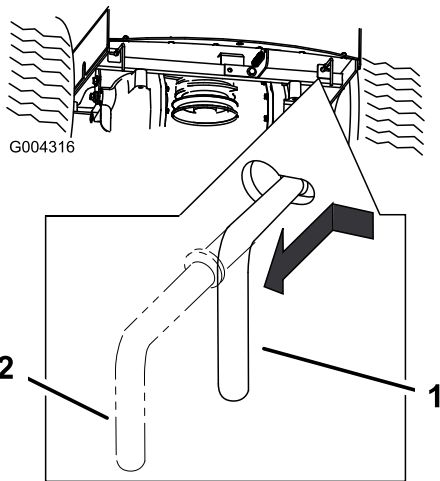

Bild 22
3. Schieben Sie die beiden Sicherheitshebel nach innen, und drücken Sie beide so weit hinein, bis die Scheibe auf der Stange den Schlitz passiert (Bild 22).
4. Drücken Sie die Hebel nach außen, um sie zu arretieren (Bild 22).
Schieben Sie beide Sicherheitshebel nach innen und ziehen Sie sie ganz durch den Schlitz nach hinten (Bild 22). Drücken Sie die Hebel nach außen, um sie zu arretieren.